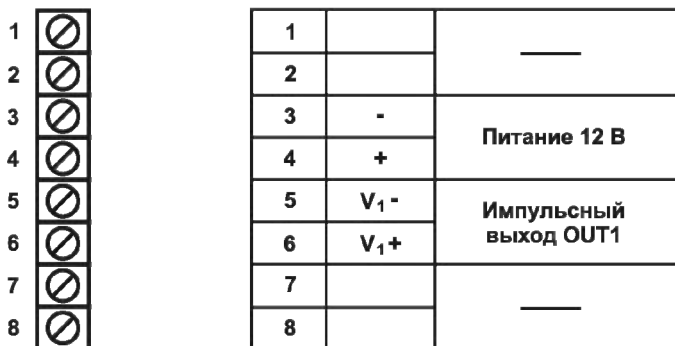

Рисунок 1.6 – Схема подключения KAPAT-550
- блок клеммных соединителей (позиция 10, рис. 1.5) – предназначен для подключения числоимпульсного выхода расходомера к внешнему устройству и блока питания к расходомеру, рисунок 1.6 руководства;